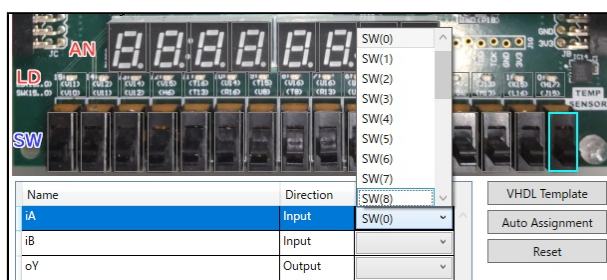

図 2.2 DRFront 上で入力信号を割当てたときの様子。
iA を右端のスイッチ入力 SW(0) に接続したときの様子を図 2.2 に示します。